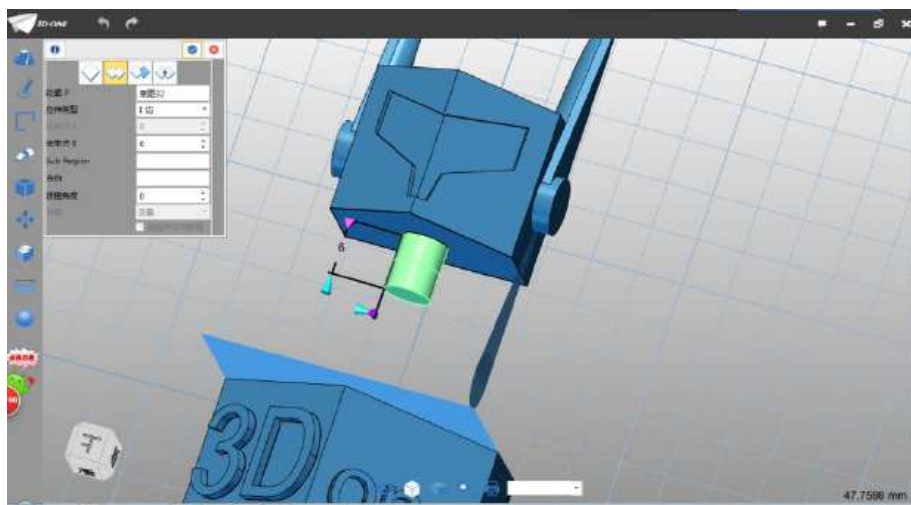

图 2-33
Step 33 完成圆绘制，选择拉伸命令，拉伸类型选择 1 边，结束点设为 6，布尔运算设为加运算，如下图 2-33 所示：